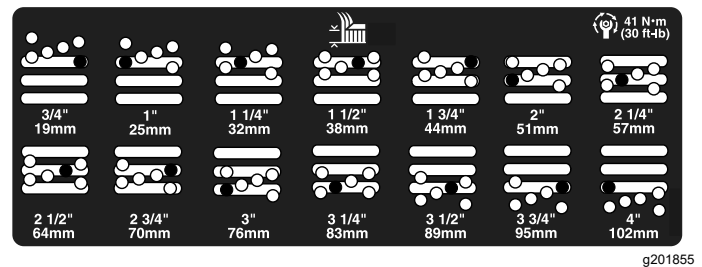

Figura 26
5. Mova a câmara para a altura de corte desejada e instale o espaçador no orifício e ranhura da altura de corte designada (Figura 26).